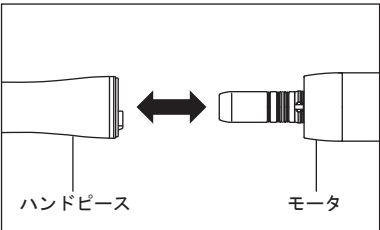

図 1
- ハンドピースをモータにまっすぐ挿し込みます（図1）。光付きの場合は、ハンドピースを左右どちらかに「カチッ」と音ができるまで回してロックします。